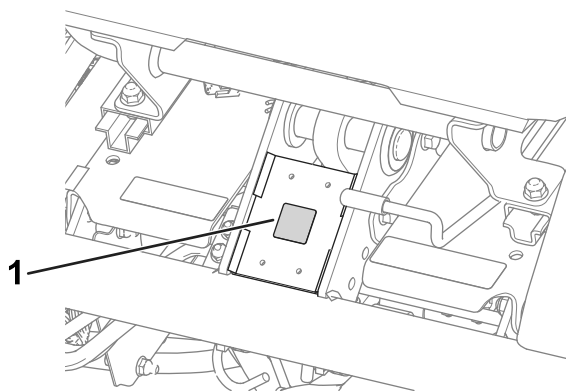

Figure 16
- Appelez l'autocollant de marque de conformité CE sur le cadre, sous l'avant du siège (Figure 16).